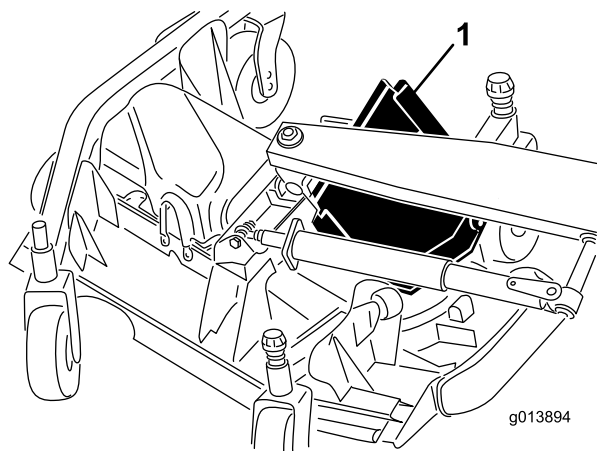

図 68
6. 前側エッジを持ち上げ、これを昇降アームとローラ之間に移動する 図 68。